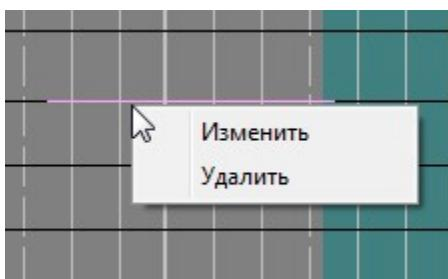

Рис.7. Всплывающее меню операций с установленным предупреждением.
- **всплывающие меню операций** с установленными пометками, окнами предупреждениями (см. рис. 7). Появляются при щелчке указателем «мыши» на установленных окнах, предупреждениях, пометках.